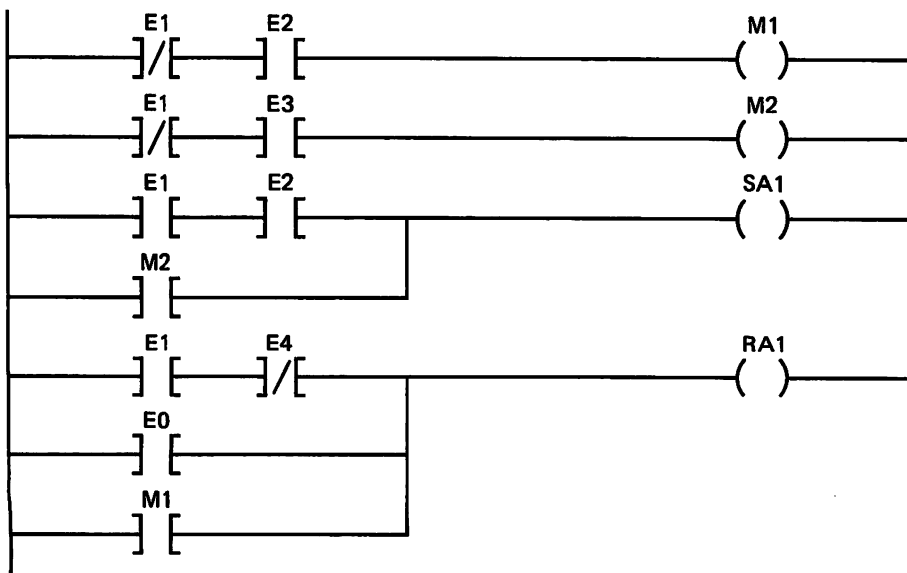

Bild F45.1
2. Gegeben ist der Kontaktplan von Bild F45.1.
- c) Test: Sie können Ihre Lösung selbst überprüfen. Geben Sie das Programm in die SPS ein. Der KOP im Menü 3 muß mit Bild F45.1 übereinstimmen.